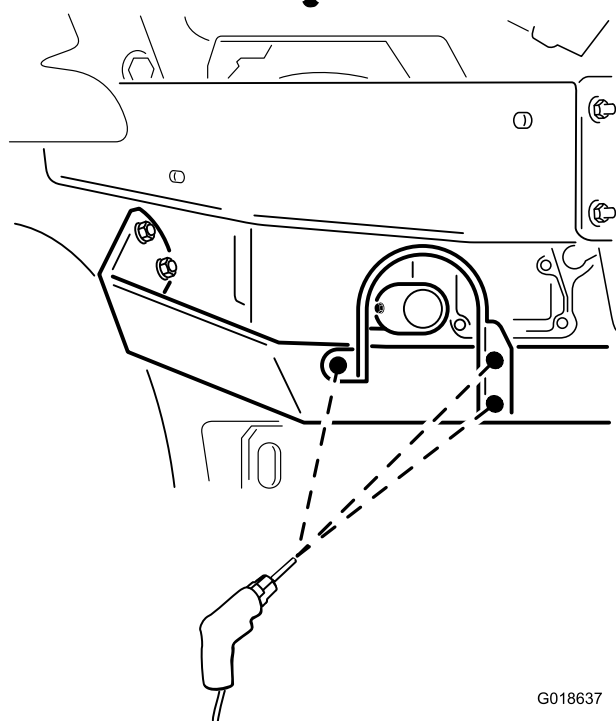

Bild 7
- i. Fluchten Sie den rechten Flansch des Auspuffschutzblechs (der Flansch mit zwei Löchern) mit der hinteren Oberfläche der Motorschutzvorrichtung unten links aus (Bild 7).
- ii. Fluchten Sie die untere Kante des Auspuffschutzblechs mit dem rechten Flansch an der unteren Kante der Motorschutzvorrichtung aus (Bild 7).
- iii. Fluchten Sie den linken Flansch des Auspuffschutzblechs (der Flansch mit einem Loch) mit der Oberfläche des kleinen, eckigen Bereichs an der Motorschutzvorrichtung unten links aus. (Bild 7).
- iv. Fluchten Sie die obere Kante des linken Flansch am Auspuffrohr mit der oberen Kante an der Motorschutzvorrichtung unten links so aus, dass die Flanschenden und die Kante der Schutzvorrichtung parallel sind (Bild 7).